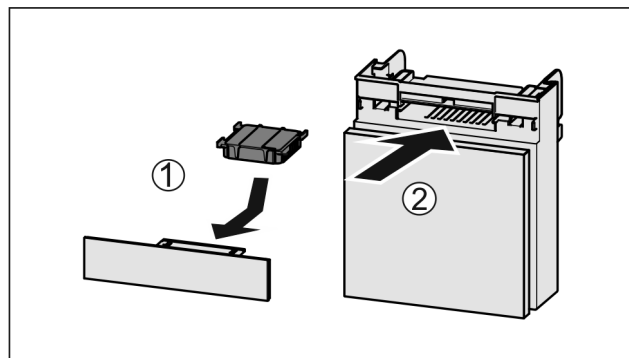

Fig. 149
- ▶ Установите фильтр с активированным углем, как показано на рисунке Fig. 149 (1).
- ▶ Вставьте отделение Fig. 149 (2).